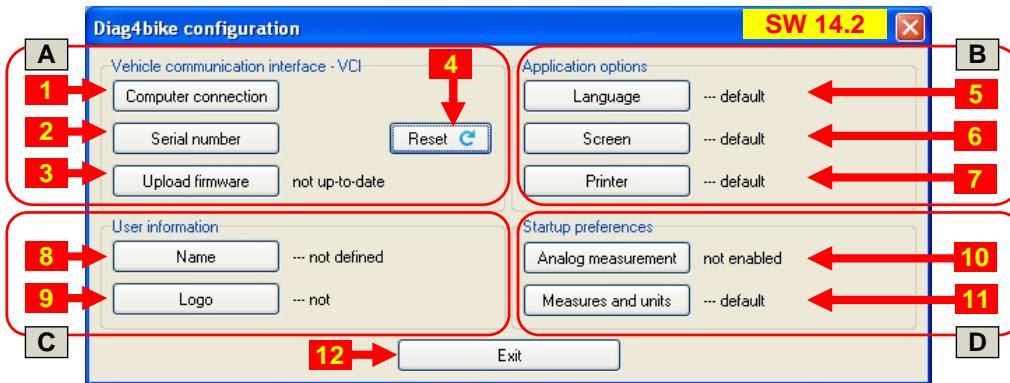
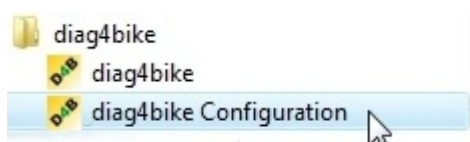
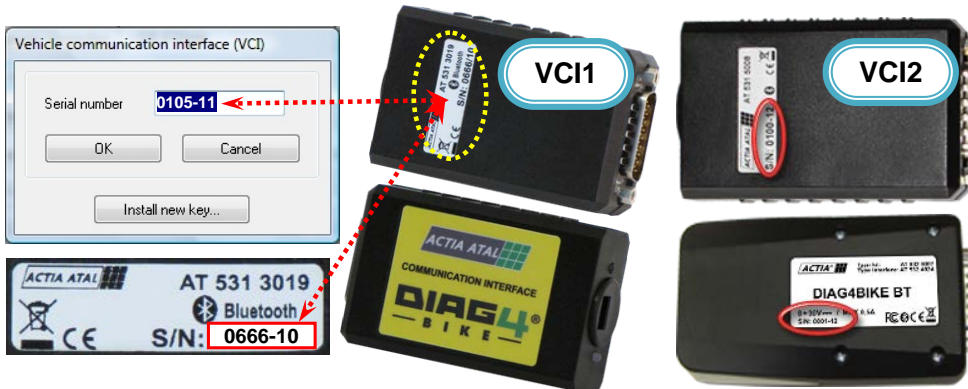
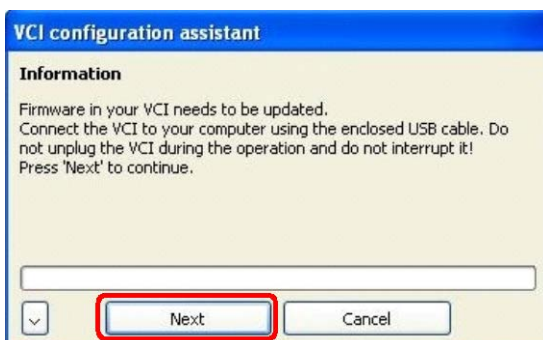

Рис. 13 – Экран конфигурации программы **DIAG4BIKE** (перед применением конфигурационной утилиты „VCI configuration assistant“) (в качестве примера фото)
Рис. 15 – Программная группа **DIAG4BIKE**(Старт \ Программы \ **DIAG4BIKE** ...) для загрузки конфигурационной утилиты
Рис. 21 – Диалоговое окно для введения серийного номера коммуникационный интерфейс и его расположение на этикетке;
Рис. 22 – Информационное окно с требованием о проведении актуализации прошивки
Запустить программу конфигурации (см. Рис. 15). После щелчка на кнопку поз. 2, Рис. 13, а после этого на кнопку поз. 1, Рис. 12 будет изображено классическое меню системы Windows для поиска ранее сохраненного файла (напр. рабочий стол монитора, Flash Disk и т.д.) после обозначения соответствующего файла (см. Рис. 11) и его подтверждения все автоматически установится.
Основной экран, для настройки основных параметров изображен на Рис. 13.
#### Описание кнопок (Рис. 13):
- В случае, если „**VCI configuration assistant**“ обнаружит какие-либо затруднения с конфигурацией, напр. несоответствие заводскому номеру или устаревшая версия прошивки и т.д. В таком случае рекомендуется кликнуть на кнопку „**Reset**“ (поз. 4 Рис. 13) и все автоматически будет актуализировано.
Ассистент изменяет только позиции в секции А, Рис. 13., остальные остаются без изменений. Продолжать ст. 5.2.4.
Собственно программа конфигурации запустится щелчком на иконе „**DIAG4BIKE Configuration**“ – см. Рис. 15.
В случае требования новой конфигурации, напр. после замены VCI, проверки актуальности прошивки и т.п. воспользуйтесь кнопкой „Reset“ (поз. 4, Рис. 13), которая обеспечит поиск изменений в конфигурации VCI и автоматическое дополнение всех необходимых данных.
После щелчка по кнопке (прим. 1, Рис. 13) изображается новое меню, где настраивается канал связи для коммуникации DIAG4BIKE с компьютером.
После щелчка по кнопке (прим. 2, Рис. 13) изображается новое окно, куда вводится серийный номер коммуникационного интерфейса (см. Рис. 21), напр.: **0666-10**.
- Он должен совпадать с этикеткой, физически наклеенной на интерфейсе (см. Рис. 21) и с „выделенным“ номером на USB-ДИСК, который вкладывается при выжигании на USB-ДИСК в зависимости от оплаченной лицензии (производит отдел торговли).
Если необходимо актуализировать управляющее программное обеспечение, так называемую прошивку (информация, полученная от производителя), кликнуть на кнопку „**Upload firmware**“ (поз. 3, Рис. 13) и после этого необходимо следовать указаниям проводника на дисплее.
В этом случае „**VCI configuration assistant**“ не ищет так называемые COM-порты (коммуникационные каналы), а переходит прямо в актуализацию прошивки, где выявляет необходимые данные. Их результат потом будет изображен в информационном окне (см. Рис. 22). В этом случае прошивку рекомендуется актуализировать. После клика на кнопку „**Next**“ запустится собственно актуализация прошивки (см. Рис. 23). Результат потом будет изображен также в информационном окне (см. Рис. 24).
Другой возможностью актуализации является применение кнопки „Reset“ (поз. 4, Рис. 13), которая проверит настройку параметров для коммуникационного интерфейса, включая так называемые СОМ-порты (коммуникационные каналы) – см. ст. 5.2.4.5. Далее сравниваются актуальные версии прошивки в коммуникационном интерфейсе и в новой версии программы. В зависимости от этого будет определено, будет актуализироваться прошивка или нет (см. Рис. 22). В этом случае прошивку рекомендуется актуализировать. После клика на кнопку „Next“ запустится собственно актуализация прошивки (см. Рис. 23). Результат потом будет изображен также в информационном окне (см. Рис. 24).
После щелчка по кнопке (прим. 5, Рис. 13) изображается диалоговое окно для выбора языка.
После щелчка по кнопке (прим. 6, Рис. 13) изображается диалоговое окно для выбора разрешения экрана.
После клика на кнопке (поз. 7, Рис. 13) будет изображено диалоговое окно для введения принтера, ан котором печатаются все сообщения, графики и т.д. (независимо от настроек windows).